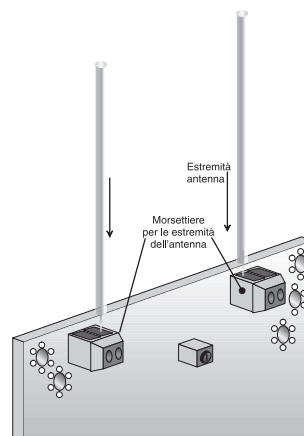

Figura 5. Connettere l'antenna del ripetitore ai morsetti interni delle morsettiere di antenna.
- 4) Serrare le viti dei morsetti (vedere Figura 5).
- 2) Impostare gli interruttori DIP 1-5 con un numero univoco diverso da zero di identificazione del ripetitore (vedere Figura 5).
- 6) Staccare la tensione di alimentazione dal ripetitore ed impostare il suo numero di identificazione a "due" (impostare gli interruttori DIP sul ripetitore 1 a 0100000, come indicato in Figura 5).